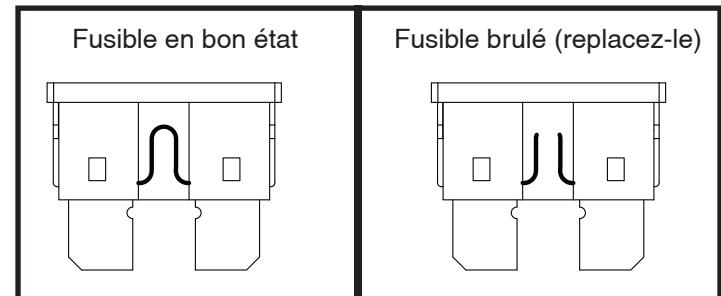

Figure 25. Le remplacement des fusibles
2. Examinez-le pour vérifier s'il est brûlé. **Voir la figure 25.**